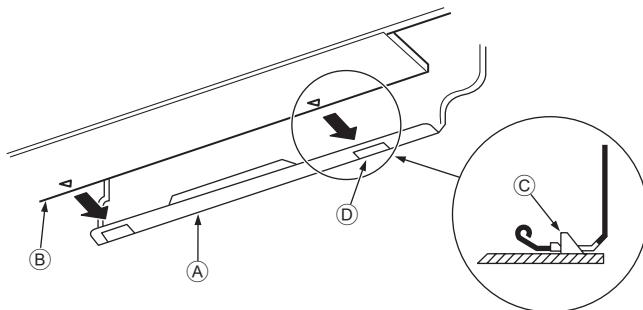

Fig. 3-10
3. Lors de l'insertion du tuyau de réfrigérant et le tuyau d'écoulement dans l'orifice mural d'insertion (manchette de pénétration), accrocher la partie supérieure de l'appareil intérieur sur la planche d'installation ①.
5. Fixer en poussant la partie inférieure de l'appareil intérieur sur la planche d'installation ①. (Fig. 3-10)
- * Vérifier que les boutons en bas de l'appareil intérieur sont correctement maintenus sur la planche d'installation ①.
- Ⓐ Planche d'installation ①